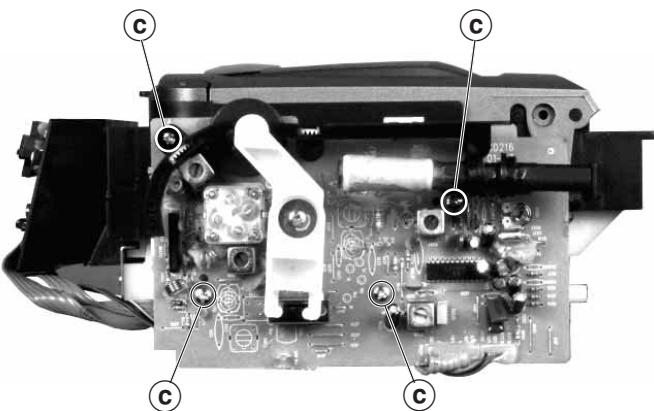

Fig. 9
- 4 Schrauben ③ herausdrehen (Fig. 9) und Tunerplatte abnehmen.
- Undo 4 screws ③ (Fig. 9) and remove the tuner PCB.